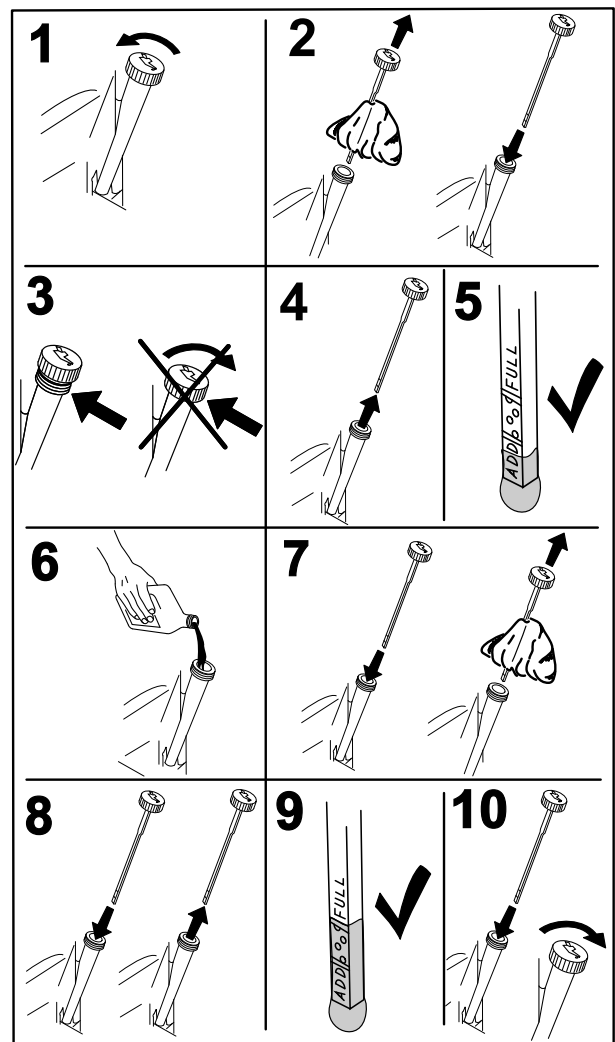

Figure 47
- Avant de quitter la position de conduite, coupez le moteur, enlevez la clé de contact et attendez l'arrêt de toutes les pièces mobiles (Figure 47).